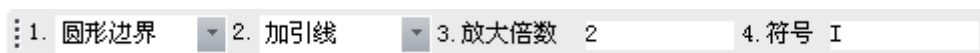
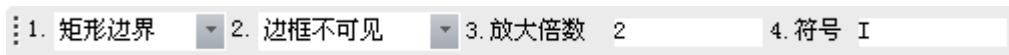

图 2-66 局部放大图立即菜单 1
图 2-67 局部放大图立即菜单 2
【局部放大图】功能使用立即菜单进行交互操作，调用【局部放大图】功能后弹出的立即菜单如图 2-66 所示。
- 1) 从如图 2-66 所示立即菜单项【1: 】中选择【圆形边界】。
- 1) 从如图 2-66 所示立即菜单项【1: 】中选择【矩形边界】，立即菜单如图 2-67 所示：